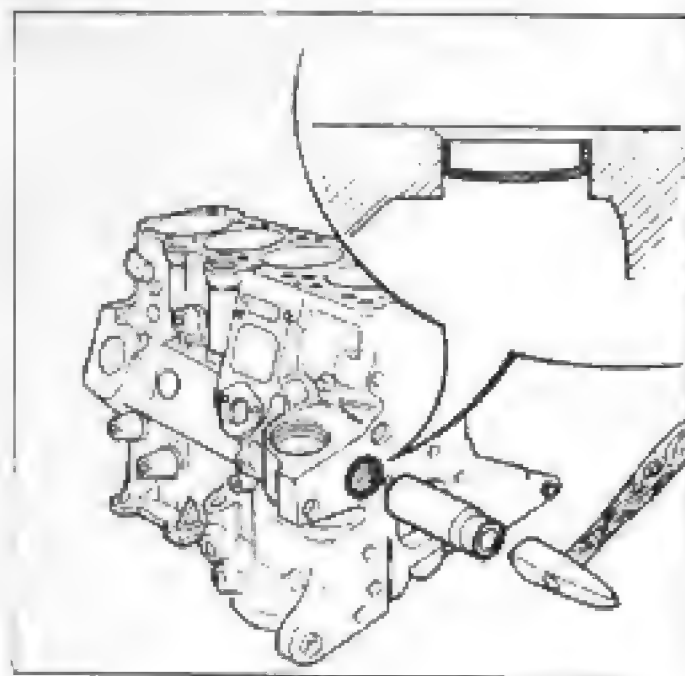

Fig.34-Tampão de vedação do bloco
- Tampão de vedação da árvore intermediária, da galeria de óleo e do sistema de arrefecimento no bloco: devem ser colocados com adesivo- trava química de baixa viscosidade e tocapinos no diâmetro dos tampões (fig.34).